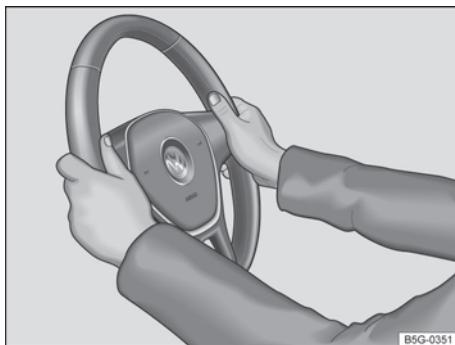

Fig. 54 No volante: posição 9h e 3h.
- Ajustar a posição do volante de forma que possa segurá-lo lateralmente pela borda externa *na posição de 9h e 3h* → Fig. 54 com ambas as mãos e os braços ligeiramente dobrados.
- Empurrar a alavanca ① sempre pelo manípulo com firmeza para cima após o ajuste, para travar a posição do volante.
- Durante a condução, sempre segurar o volante com ambas as mãos lateralmente na borda externa *nas posições de 9h e 3h* → Fig. 54, para reduzir ferimentos causados por um acionamento do airbag frontal do condutor.